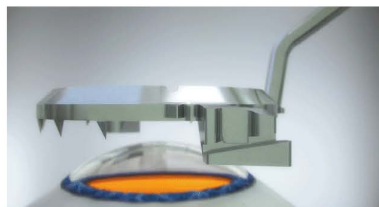
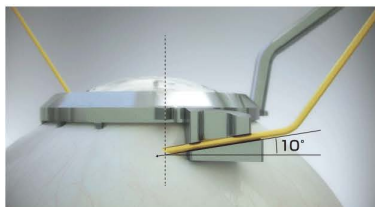

図1 眼球を固定
図2 ニードルガイドと角度
山根式ダブルニードル・スタビライザーは、IOL強膜内固定術（フランジ法）における、強膜切開刺入ポイントのマーキングを容易にし、強膜トンネル作製時のより確実な操作を可能にします。リングに設けられた突起が、眼球をしっかりと固定し（図1）、針がガイドに沿って標準化された角度で刺入されます。（図2・3）
- この溝に沿って針を進めることにより角膜輪部に対して20度内向き、虹彩面に対し10度下向きに刺入されます。（図2・4）